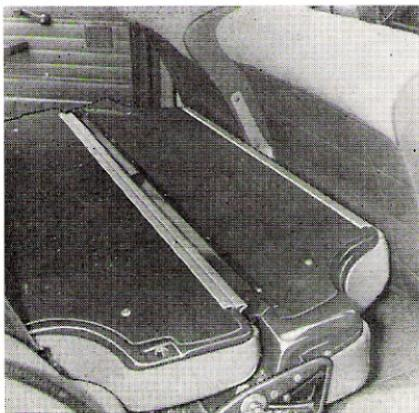

Bild 28
1. Rückenlehne und Sitzkissen werden so geklappt, daß beide in waagerechter Stellung zu liegen kommen (Bild 28). Es ergibt sich eine Verlängerung des Ladebodens von etwa 835 mm. Eine Verschiebung der vorderen Sitze nach hinten ist dabei nur begrenzt möglich.